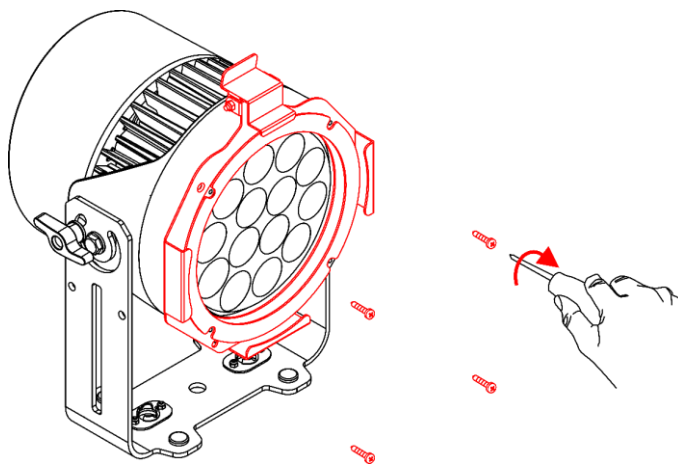

Fig. 08
- 02) Usando un cacciavite, stringere le 4 viti (fornite in dotazione con il supporto per accessori) per fissare il supporto per accessori in posizione (Fig. 08).